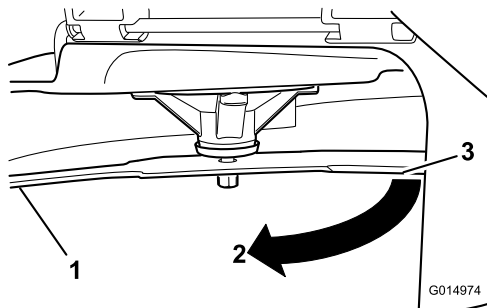

Figura 87
3. Segunda distancia medida entre cuchilla y superficie (B)
4. Gire la misma cuchilla 180 grados de manera que el otro extremo esté en la misma posición (**Figura 87**).